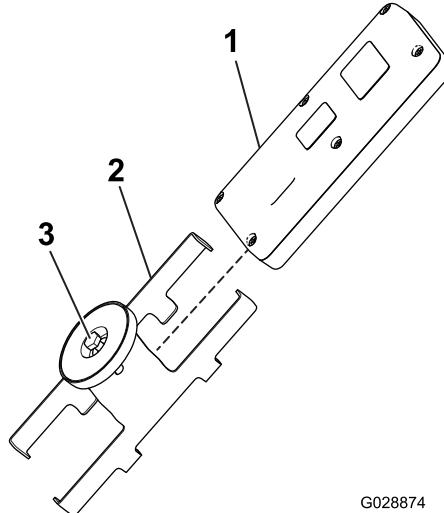

Рисунок 25
1. Ослабьте болт в магните на магнитном кронштейне пульта дистанционного управления (Рисунок 25).
2. Раздвиньте половинки корпуса кронштейна и демонтируйте пульт дистанционного управления (Рисунок 25).
8. Установите ручной пульт дистанционного управления в магнитный кронштейн пульта, соедините половины корпуса для закрепления пульта и затяните болт в магните (Рисунок 25).